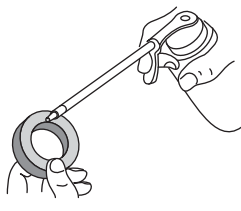

Fig. 34
- Appliquez une quantité suffisante d'huile moteur propre SAE 30 pour enduire légèrement le filtre (Fig. 34).